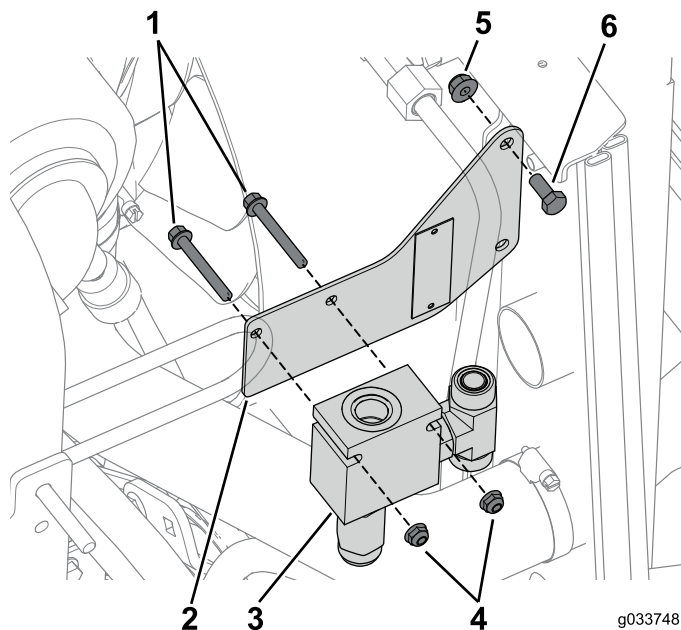

Figura 10
4. Instale o suporte do conjunto do coletor esquerdo utilizando um parafuso (5/16 x $\frac{3}{4}$ pol.) e 1 porca flangeada (5/16 pol.) no furo superior do suporte (Figura 10).
6. Prenda o conjunto do coletor esquerdo ao suporte utilizando dois parafusos (1/4 x 2 pol.) e duas porcas (Figura 10).